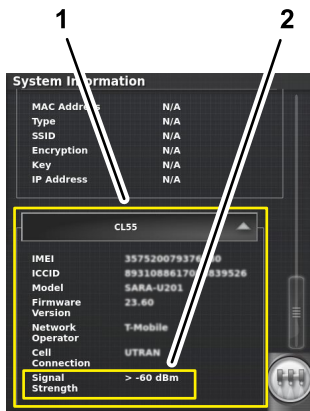

图 211
2. 在系统信息屏幕中使用滚动条导览至 CL55 图标图 211。
3. 按 CL55 图标以显示信号强度信息。图 211 确认调制解调器信号强度是否介于 -60 dBm 与 -99 dBm 之间。